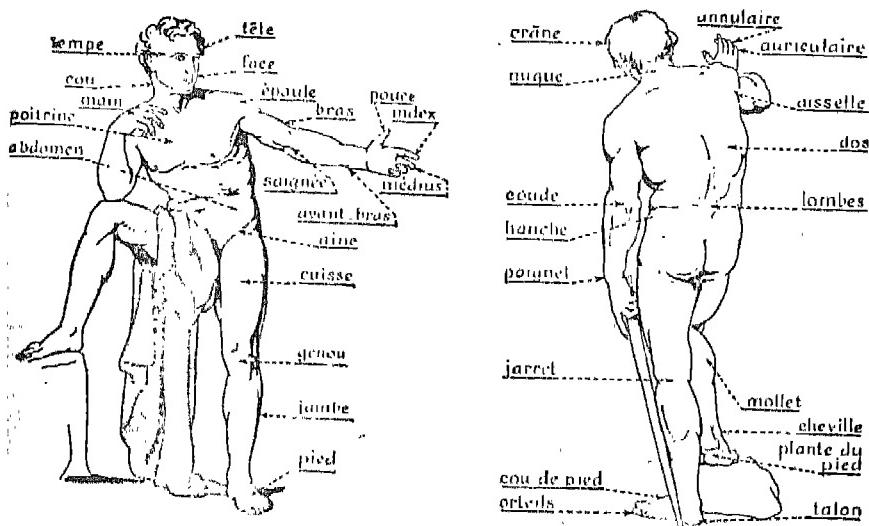

Fig. 1. — Les différentes parties du corps humain. A gauche, face ventrale ;
- Montrer sur un élève les différentes parties du corps humain, mentionnées sur la fig. 1.